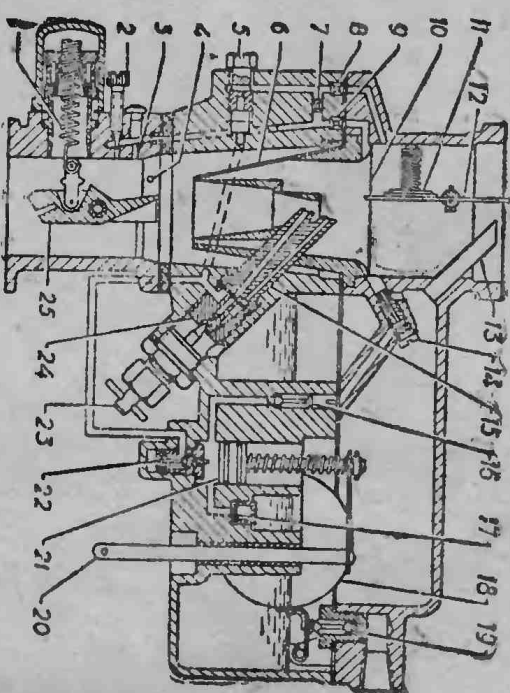

Рис. 13. Схема карбюратора К—22Т.
**Карбюратор К—22Г** (рис. 13), также применяемый на автомобиле ГАЗ-51, отличается от карбюратора К—49А в основном тем, что у него ускорительный насос и экономайзер объединены в одно устройство с мембранчатым приводом. При пажимании на pedal акселератора это устройство действует как ускорительный насос. При полном открытии дросселя поршень 21 открывает клапан 22 экономайзера.